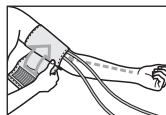

Рис. 4
2. Наденьте манжету на левую руку, при этом трубки манжеты должны быть направлены в сторону ладони (рис. 4). Если измерение на левой руке затруднено, то измерять можно на правой руке. В этом случае необходимо помнить, что показания могут отличаться на 5-10 мм рт. ст.
8. Расположите головку стетоскопа так, чтобы она находилась во впадине выше локтевого сгиба (рис. 4). Если Вы используете прибор со встроенным стетоскопом (для LD-60, LD-71A), то для лучшего прослушивания пульса на полной руке, можно повернуть манжету вокруг руки примерно на четверть окружности (60-90 градусов) так, чтобы головка стетоскопа расположилась на внутренней стороне руки (ближе к туловищу).